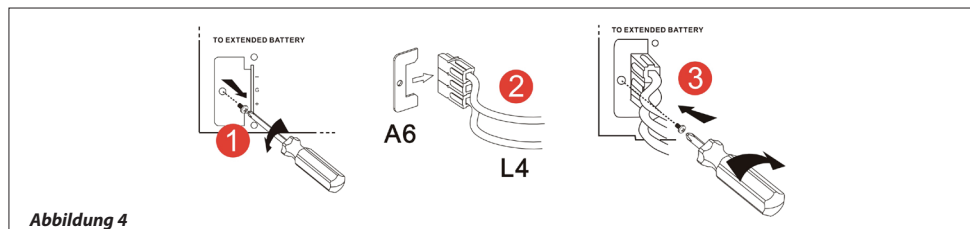

Abbildung 4
5. Verbinden Sie das Batterie-Ladegerät mit den Batterieblöcken mit Hilfe des DC-Kabels L1, L2, L3, L4, L5 (**Abbildung 4,5**).